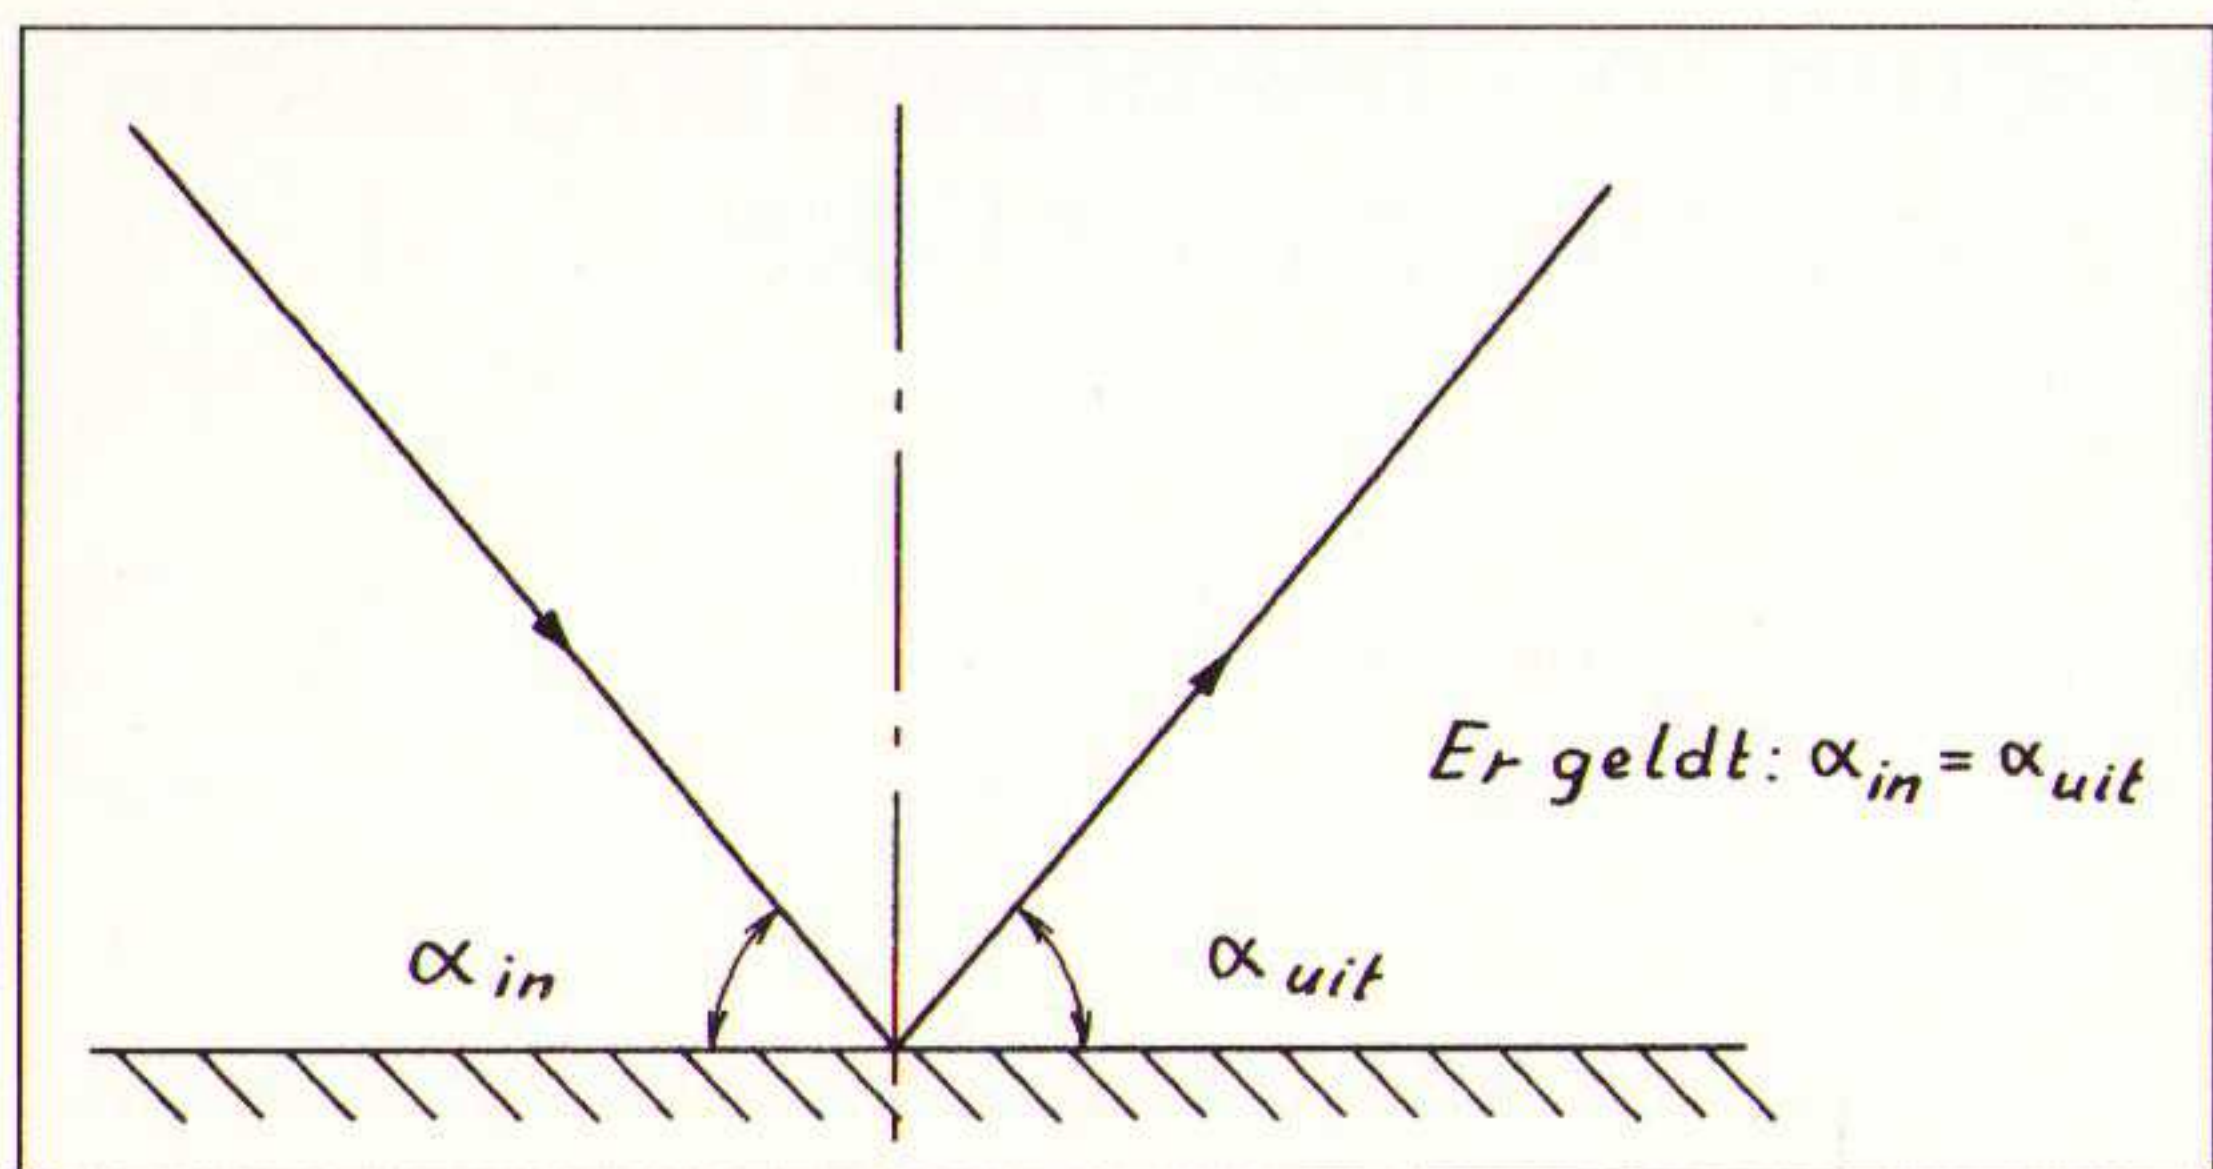

Fig. 2 Als licht op een spiegel valt, dan wordt deze gereflecteerd volgens de wet van de optica die zegt: de hoek van inval is gelijk aan de hoek van uittreden.
Als licht door een spiegel wordt gereflecteerd, dan gebeurt dit volgens de wet van de optica die zegt: de hoek van inval is gelijk aan de hoek van uittreden (zie fig. 2). De spiegel doet het licht dus van richting veranderen. Is een spiegel niet vlak maar parabolisch van vorm, dan treedt er het bijzondere verschijnsel op dat alle invallende lichtstralen na reflectie worden gedirigeerd naar één punt (zie fig. 3). Dit punt wordt het brandpunt (F) genoemd. Hoe groter het parabolische spiegeloppervlak, hoe meer licht er naar het brandpunt wordt gereflecteerd. Het gevolg hiervan is een sterke verhoging van de lichtintensiteit in dat brandpunt. Meer licht betekent een hogere energiedichtheid en vooral bij zonlicht ook een hoger te bereiken temperatuur (het principe van de zonne-oven). Dit principe is ook heel goed toe te passen bij de radio-ontvangst.